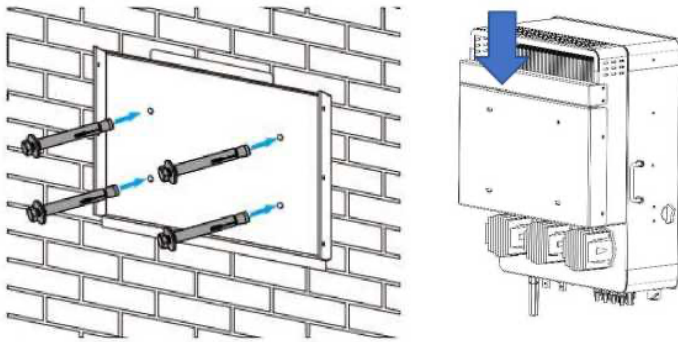

Рисунок 2.8. Схема розташування монтажних отворів
- Вийміть обладнання з упаковки та прикріпіть малий кронштейн до пристрою 4 болтами М6×16, див. поз. ① на рисунку 2.7. Затягніть болти, від'єднайте великий кронштейн від задньої частини приладу та позначте місця під монтажні отвори на стіні (прямокутник 250×200 мм) відповідно до положення чотирьох болтів посередині великого кронштейна, див. рисунок 2.8.
Виберіть відповідні кабелі для акумуляторної батареї з наконечником, який має підходити під клему для під'єднання батареї. Знайдіть виводи для під'єднання батареї (див. рис. 2.8. З'єднувачі на нижній поверхні пристрою), та вставте кабель у відповідний отвір. Рекомендація. Будьте уважні, не переплутайте плюсовий + і мінусовий - полюси. За допомогою відповідної викрутки відкрутіть болти на інверторі, під'єднайте кабелі від акумуляторної батареї, потім затягніть болти з моментом 24,5 Нм викруткою, обертаючи її за годинниковою стрілкою. Будьте уважні, не переплутайте плюсовий + і мінусовий - полюси.